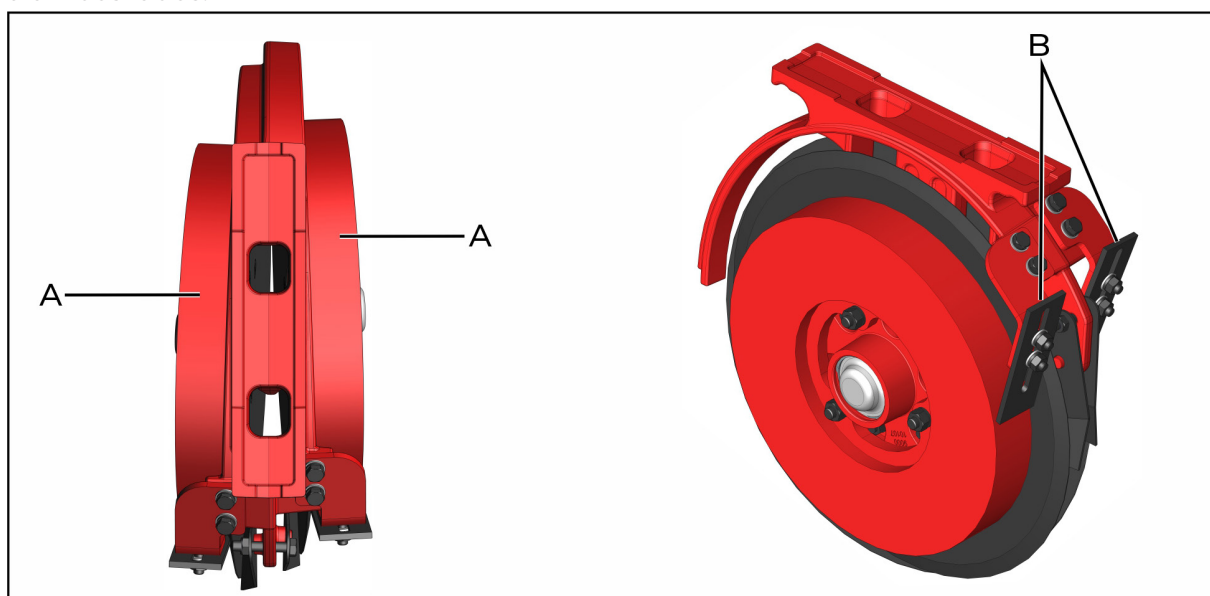

fig. 54
El sistema está compuesto por dos anillos limitadores (A) (25 o 40 mm) (fig. 54) fijados en el disco de corte. Cada anillo limitador tiene un limpiador individual (B) (fig.54), garantizando una profundidad constante a ambos lados.